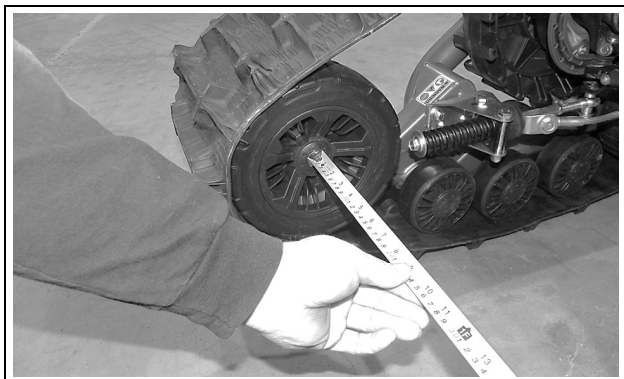

Figure 22
**Mesure A :** Mesurer la distance entre les pneus Ø241 mm avant intérieurs des systèmes de traction avant. Voir les figures 22, 23 et 24.